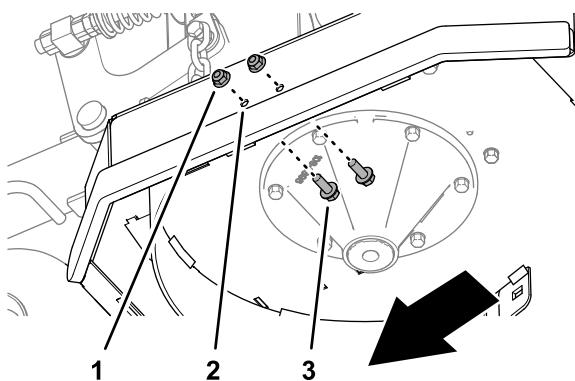

Figure 12
- Insérez 2 vis à embase ($\frac{3}{8}$ x 1") dans les trous de 10 mm du plateau de coupe (Figure 12) et fixez les vis avec 2 contre-écrous à embase ($\frac{3}{8}$ ") que vous avez retirés à l'opération 1.